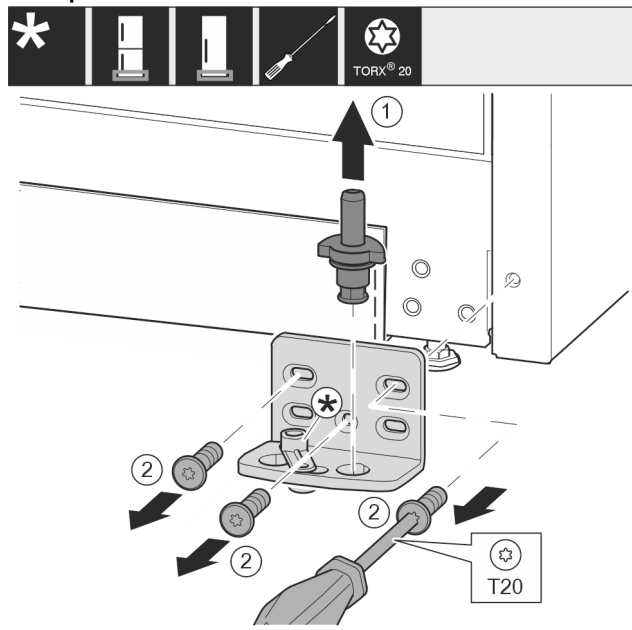

Fig. 9
- ▶ Visiškai ištraukite atraminius varžtus į viršų. Fig. 9 (1)
- ▶ Išsukite varžtus atsuktuvu T20 ir nuimkite atraminę gembę. Fig. 9 (2)